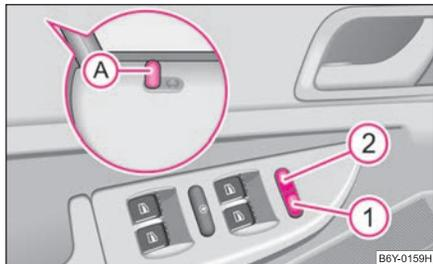

Abb. 23 Tasten für Zentralverriegelung
Beim Entriegeln oder Verriegeln bewegt sich der Sicherungskopf **A** in der Tür nach oben oder nach unten ⇒ Seite 35, Abb. 23.
- mit den Sicherungsknöpfen in den Vordertüren **(A)** ⇒ Seite 35, Abb. 23 (nur verriegeln),
Ist die Safe-Sicherung außer Betrieb gesetzt, blinkt die Kontrollleuchte neben dem Sicherungsknopf **(A)** in der Fahrertür nicht ⇒ Seite 35, Abb. 23. Das gilt jedoch nicht im Falle der aktivierten Diebstahlwarnanlage*, denn die Kontrollleuchte zeigt an, dass die Anlage aktiv ist. ▶
- Drücken Sie die Taste ① ⇒ Abb. 23 oder den Sicherungsknopf A in der vorderen Tür nach unten.
- Drücken Sie die Taste ② ⇒ Abb. 23.
- In der Abbildung ⇒ Abb. 23 ist die Bedienung von Fahrzeugen dargestellt, die mit Fenster-Komfortbedienung* ausgestattet sind ⇒ Seite 40. ■